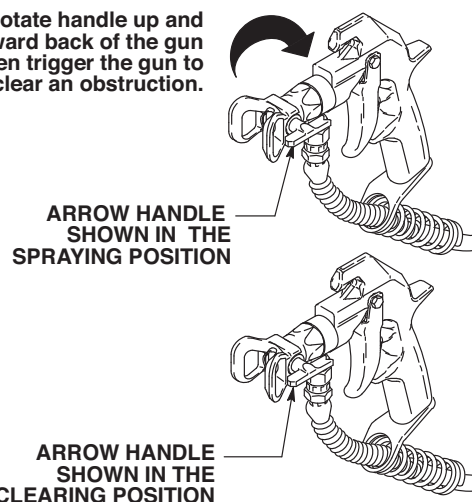

図 8
3. 矢印ハンドルを、スプレー位置である先端ガードの方向に回してください。(図 8)
2. 矢印ハンドルを上に戻し、ガン本体の方に戻します。(図 8)